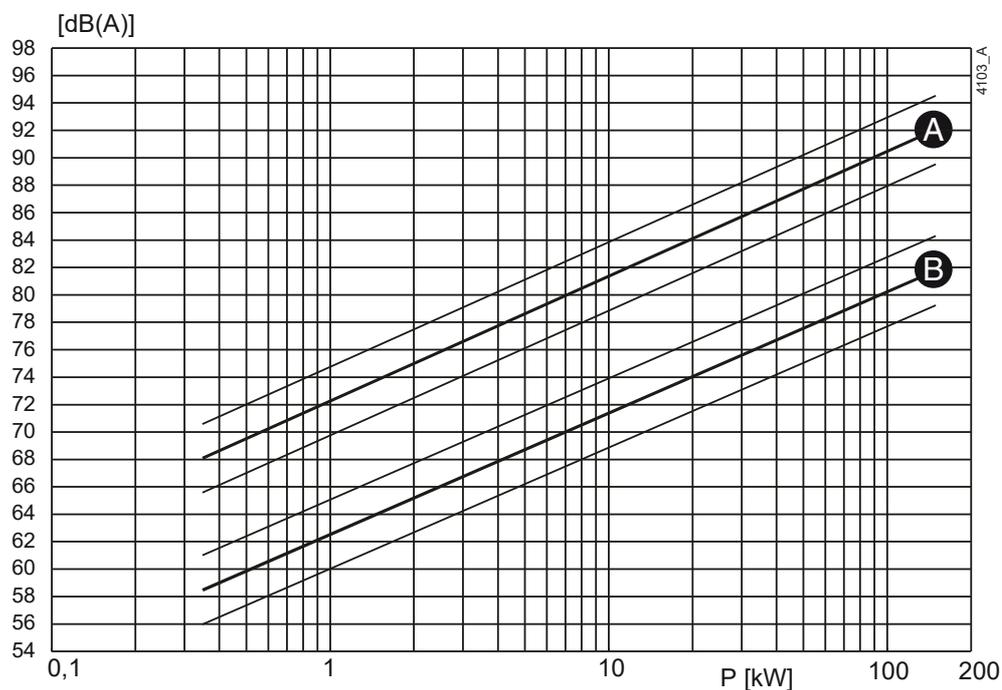
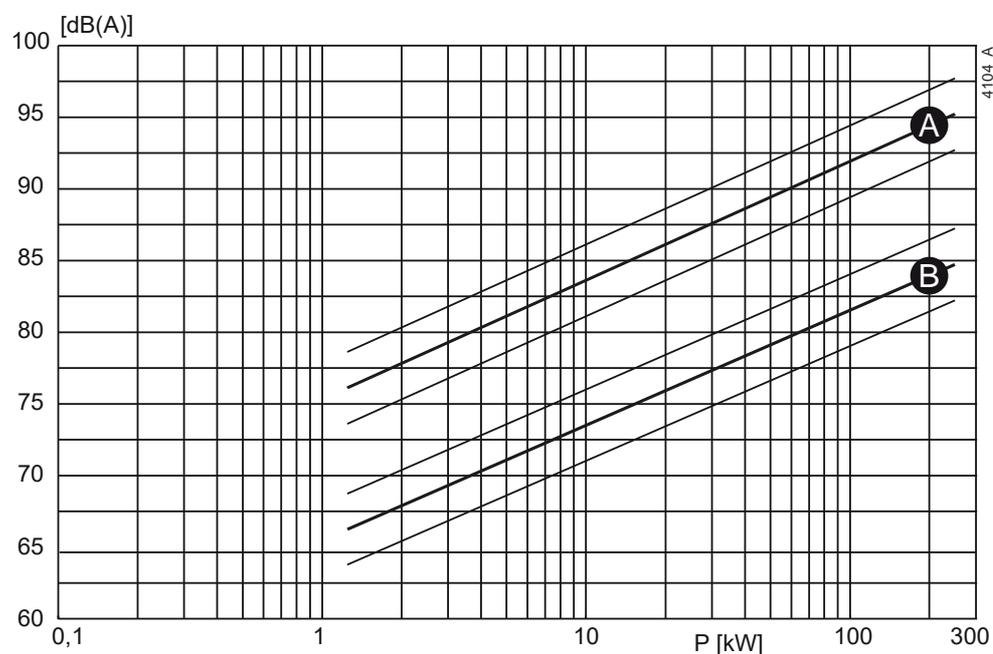

Figura 24: Livello di rumorosità in funzione della potenza [kW] a 1450 min^{-1}
Figura 25: Livello di rumorosità in funzione della potenza [kW] a 2900 min^{-1}
- 1 Determinare il livello di rumorosità (L1) della pompa. Vedere Figura 24 o Figura 25.